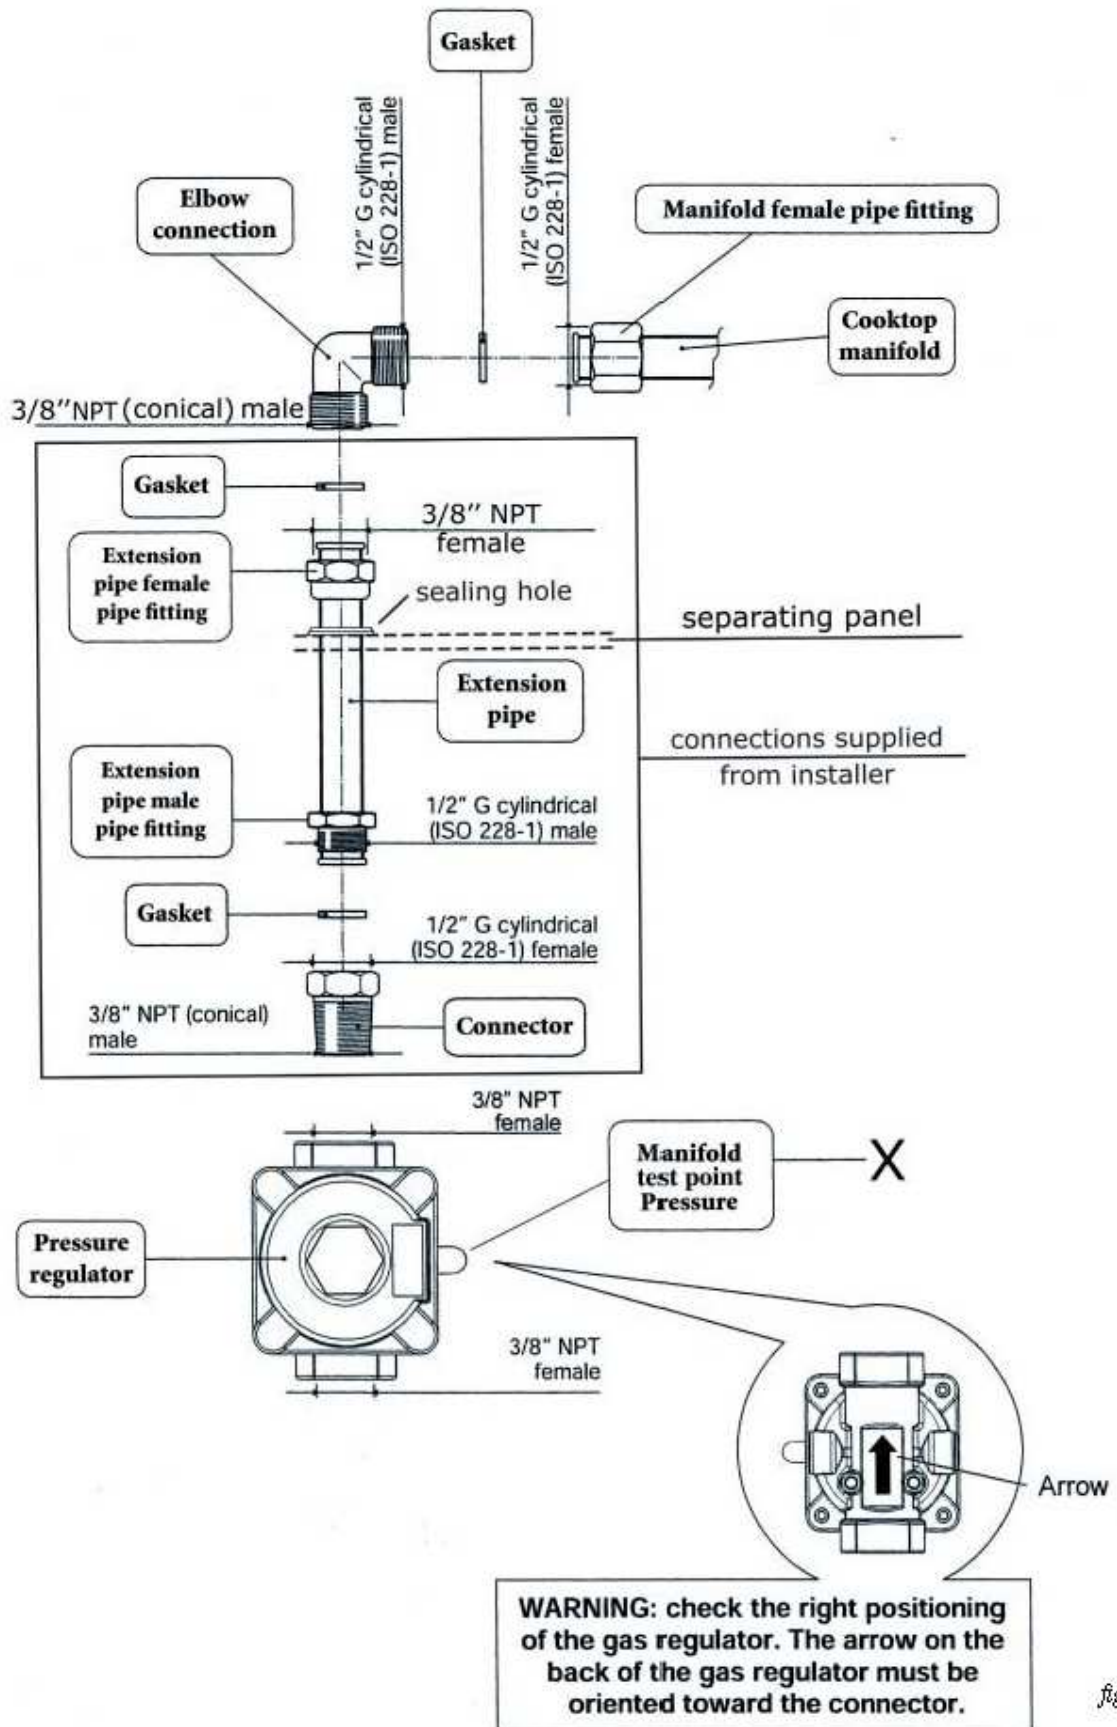

fig.5.2
### 2. หัวปรับแรงดันแก๊ส (Fig 5.2)
- ปริมาณแรงดันของแก๊สแต่ละชนิดจะแตกต่างกัน ควรจะต้องใช้มาตรวัดในการตรวจวัด แก๊สธรรมชาติ 5 นิ้วน้ำ หน่วยความดัน แก๊สแอลพีจี 10 นิ้วน้ำ หน่วยความดัน (Fig 5.2-x) สายท่อนำแก๊สต้องมีความดันสูงกว่าแรงดันของแก๊สที่ใช้อย่างน้อย 1 นิ้วน้ำ หัวปรับแรงดันจะต้องสามารถทนต่อแรงดันเข้าสูงสุด ที่ 1/2 PSI หรือ 14 นิ้วน้ำ หากแรงดันเกินกว่าค่าดังกล่าว ควรใช้หัวปรับลดแรงดันชนิดเป็นขั้นของแรงดัน